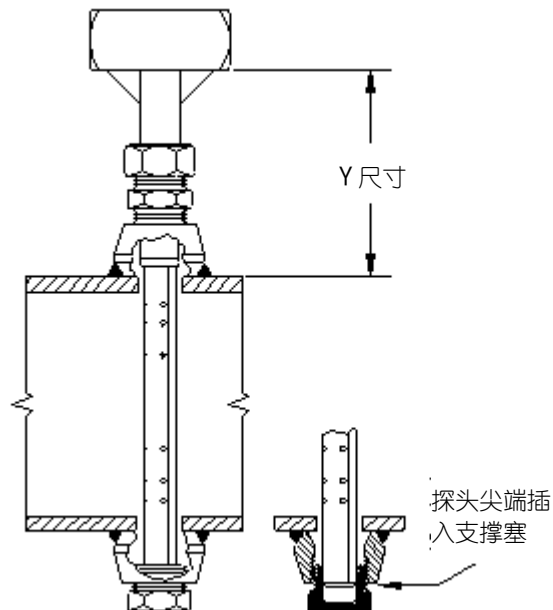

图 5：安装完成后的 V110
- 直到 “Y” 尺寸符合下表所示（如图 5 所示）内容时，将探头插入管道：
这支威力巴探头现已正确安装（如图 5 所示）。